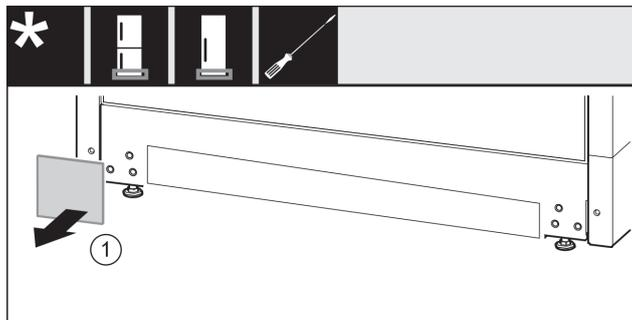

Fig. 14
- ▶ Rimuovere la copertura Fig. 14 (1).